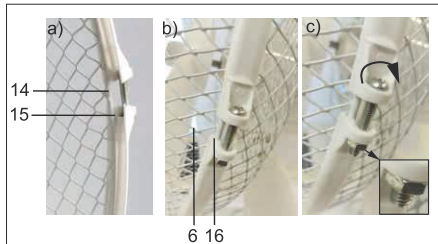

Fig.65: Montage voorste beschermrooster
9. Pak de bevestigingsband (7) aan de uiteinden vast.
10. Steek de kruiskopschroef met de lenskop (8 a) door de beide ogen (15) en fixeer deze met de schroefmoer (8b). *De kruiskopschroef mag daarbij minimaal erin zijn gedraaid en moet afsluitend met de schroefmoer aansluiten.*
11. Trek de ring die zo is ontstaan, op de rand van het achterste beschermrooster (14).
*De rand van het beschermrooster moet dan in de achterste groep (15) van de bevestigingsband zitten. Afb. 65 a).*
12. Plaats het voorste beschermrooster (6) in de voorste groef (16) van de bevestigingsband zitten. Afb. 65 b).
13. Draai de kruiskopschroef met een kruiskopschroevendraaier met de wijsers van de klok mee verder dicht. Afb. 65 c).